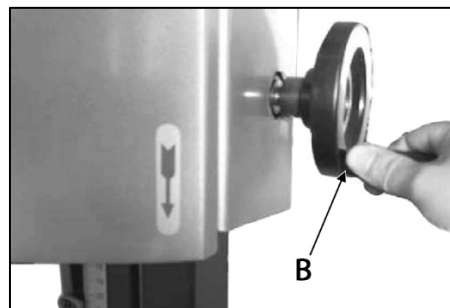

Рисунок 3.
Установите маховик перемещения верхней направляющей пильного полотна (B) (рис. 3) при помощи винта M5×10 и шайбы 5 и зафиксируйте установочным винтом M6×12.